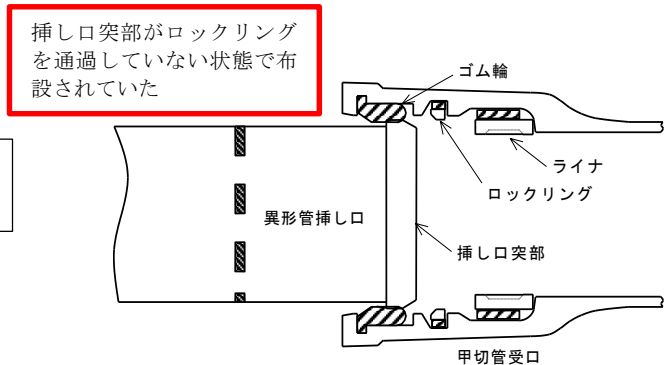

図 2 漏水した継手が布設されていた状態
下記①～③の理由から、挿し口突部がゴム輪の位置までしか挿入されておらず、ロックリングを通過していない図 2 の状態(耐震形ダクタイル鉄管の離脱防止機能が発揮できない状態)で布設されていました。